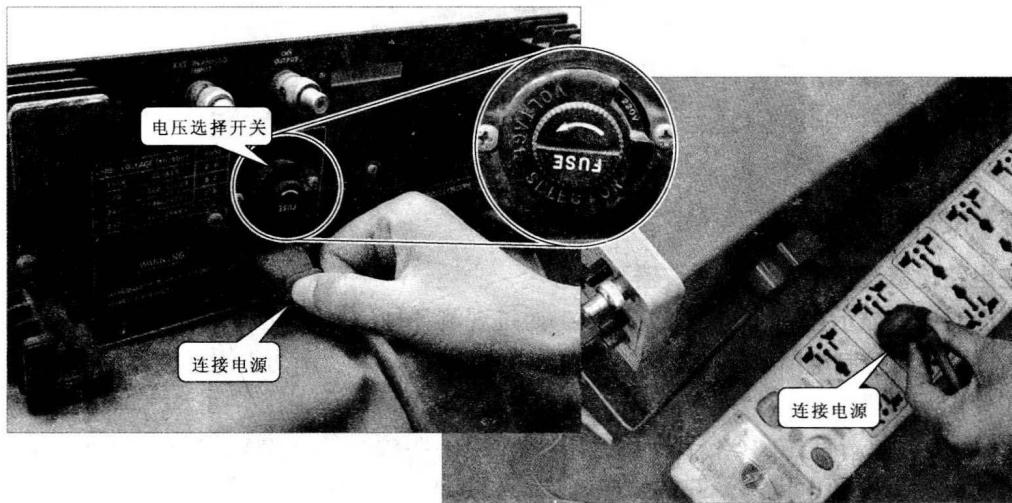

图 1-19 连接示波器
① 连接电源。首先确认一下示波器电源供电的要求, 是 110 V 还是 220 V。有些示波器在后面板设有电源电压选择开关, 应确认开关处于交流 220 V 位置, 然后将电源线插头插到交流 220 V 插座上为示波器供电, 如图 1-19 所示。